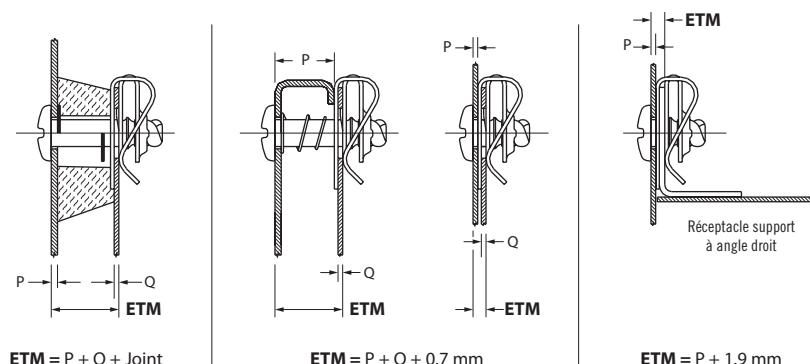

Figure 1 : Epaisseur totale de matériau (ETM)
- Calculez l'épaisseur totale de matériau (ETM) à l'aide de la Figure 1 ci-dessous.